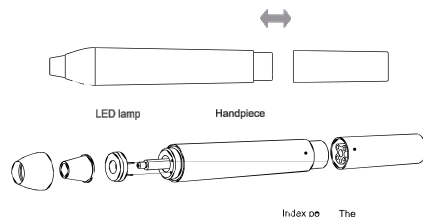

図3
2.2 着脱式ハンドピースの主要部品に関する説明（図3参照）。
- ・スケーリングチップをトルクレンチにセットし、図3に示すように取り付けまたは取り外しを行います。